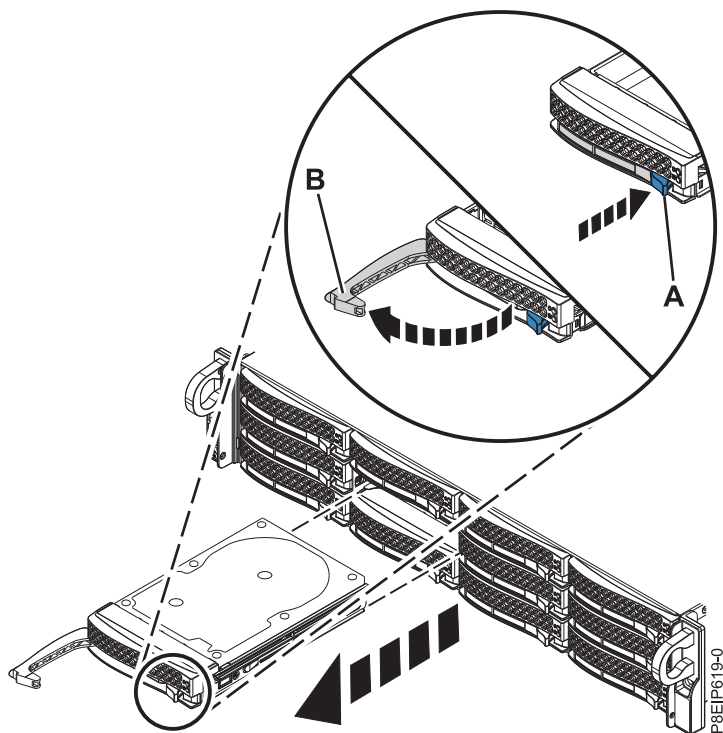

Figura 1. Extracción de una unidad
3. Desbloquee el asa de la bahía de unidad **(B)** presionando el pestillo del asa **(A)** como se muestra en la Figura 1 en la página 5. El asa **(B)** queda fuera hacia usted. Si el asa no queda totalmente hacia fuera, la unidad no se desliza fuera del sistema. Si la unidad no coincide con el número de serie que ha escrito en el paso anterior, vuelva a instalar la unidad en la bahía de la que la ha extraído y compruebe las otras bahías de unidad.